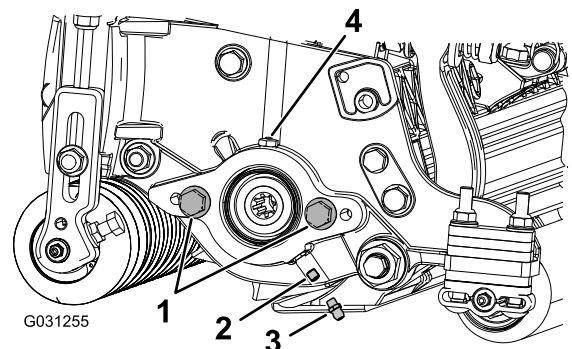

Figura 6
1. Togliete ed eliminate la vite di arresto sulla piastra laterale del motore dei cilindri (Figura 6).
2. Montate il raccordo d'ingrassaggio diritto (Figura 6).
3. Se non sono presenti bulloni sulla piastra laterale del motore dei cilindri, montateli (Figura 6).
6. Ingrassate la piastra laterale fino a quando il grasso in eccesso non fuoriesce dallo spurgo del grasso (Figura 6).